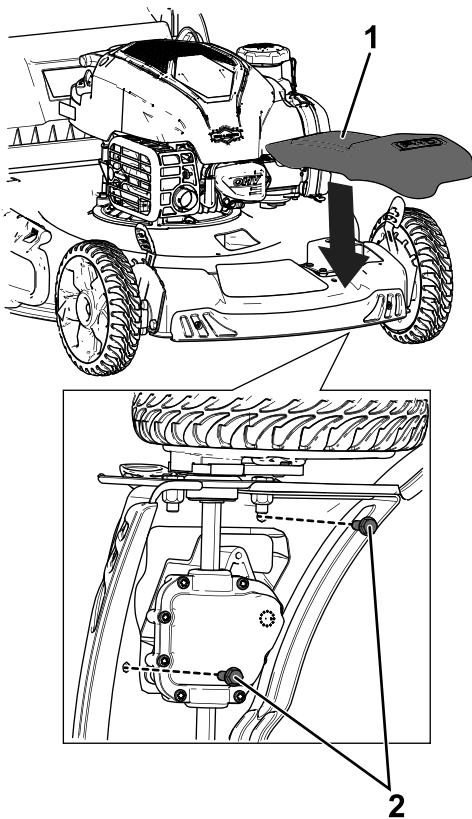

Figur 5
1. Monter de to motorfestebolter (3/8 x 1 tomme), og stram dem til 46 N·m. Se Figur 5.